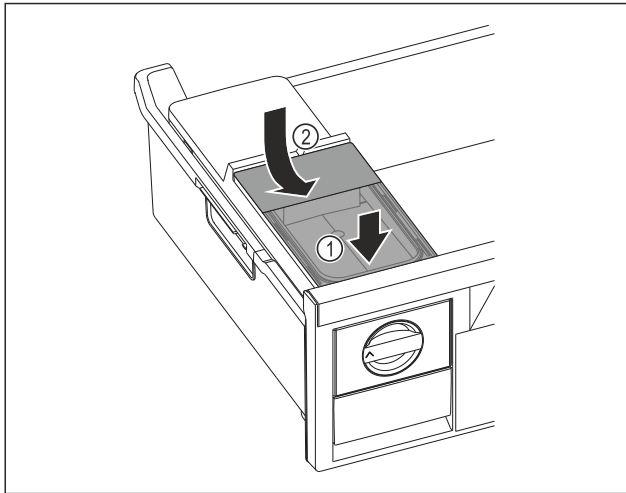

Fig. 76
- ▶ Collegare il serbatoio dell'acqua alla parte anteriore. Fig. 76 (1)
- ▶ Abbassare il serbatoio dell'acqua posteriore. Fig. 76 (2)